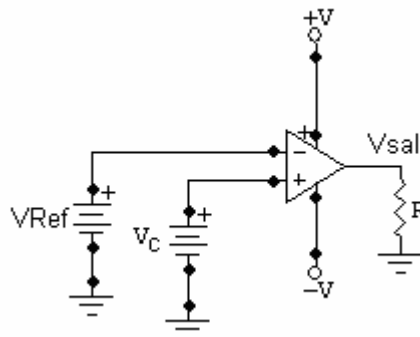

Figura 1.2 Comparador no inversor
En esta configuración el voltaje que se tendrá como referencia (que puede ser negativo o positivo) debe estar conectado a la entrada inversora del amplificador operacional y la señal a comparar en la entrada no inversora, tal como se muestra en la figura 1.2
8. Modifique el circuito para implementar un comparador no inversor (ver figura 1.2), usando las siguientes características: